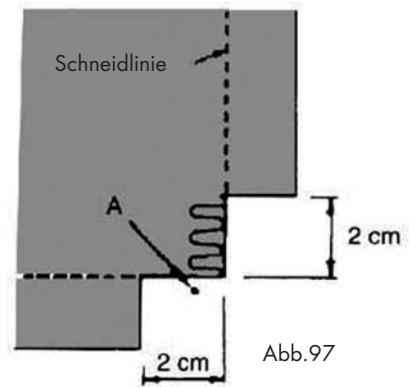

Abb.97
1. Schneiden Sie vor und nach der Ecke ca. 2 cm bis zur Nahtlinie weg (Abb. 97).
2. Nähen Sie einen Stich weiter als bis zur Markierung „A“ auf der Zeichnung und stoppen Sie dann (Abb. 97).